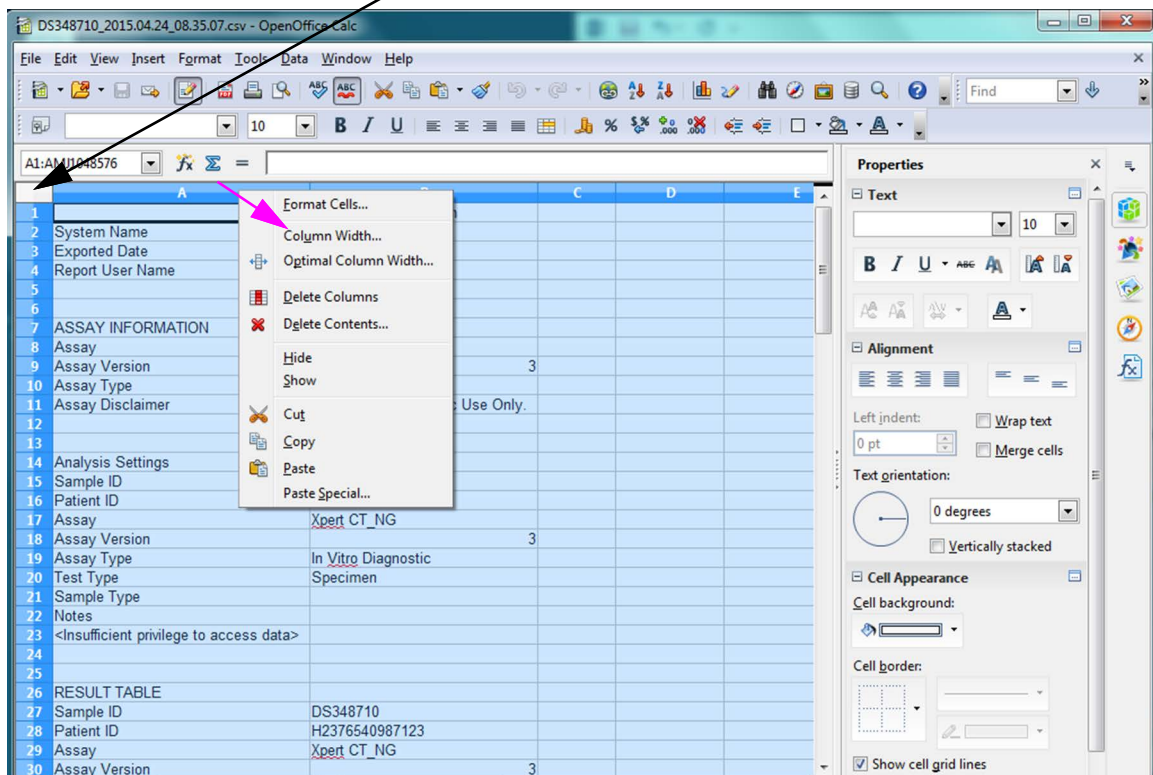

Figure D-6. Menu déroulant pour sélectionner Column Width (Largeur de colonne)
8. Cliquez avec le bouton droit sur l'en-tête de la colonne. Un menu déroulant s'affiche à la droite de la colonne (voir la Figure D-6).